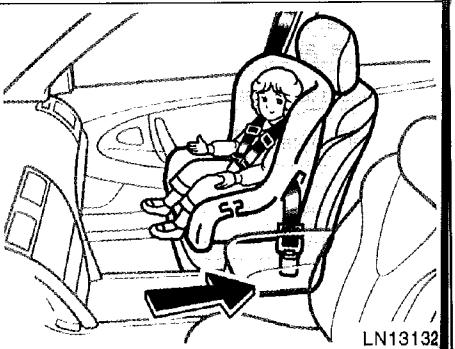

РИСУНОК 1
- При установке детского сиденья лицом по ходу движения на сиденье переднего пассажира, отодвиньте сиденье как можно дальше назад. (См. рисунок 1.)